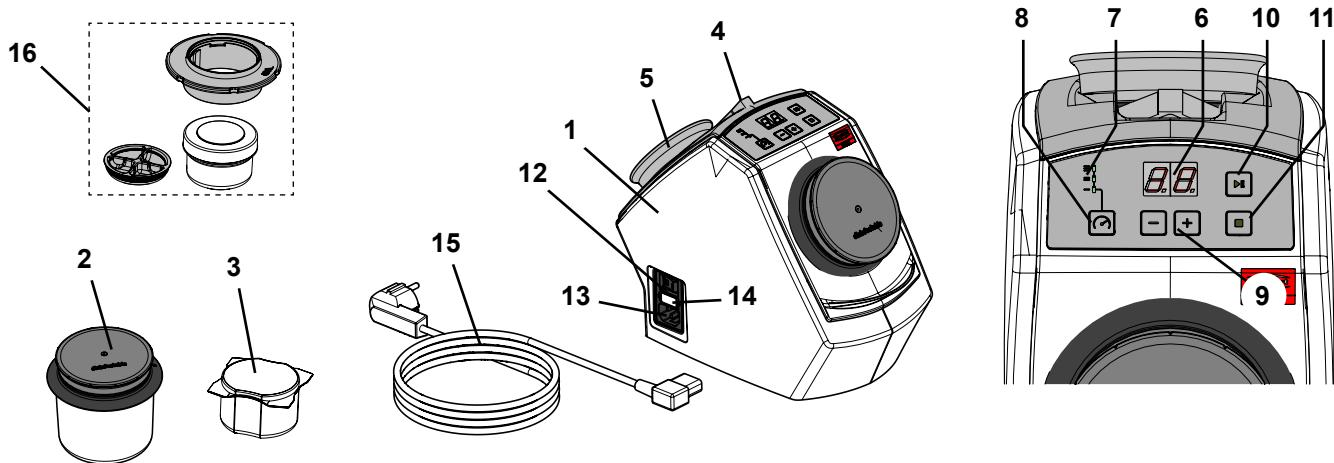

Bild. 1
- ▶ Fästmagneten (Bild 1, artikel 5) innehåller bly.
⇒ Placera den medföljande pincetten och fästmagneten i hållarnas urtag på enhetens baksida (Bild 1).
- ⇒ Välj nätsladden (15, Bild 1) med lämplig strömkontakt i ditt land.
- ⇒ Anslut nätkabeln till nätslutningen (13, Bild 1).
⇒ Slå på apparaten med strömbrytaren (12, Bild 1).
⇒ Fyll rengöringsbägaren (2, Bild 1) med 75 g rengöringsnålar (motsvarar en förpackningsenhet).
⇒ Fyll SYMPRO minibägare (tillbehör) (16, Bild 1) med ~ 5 g rengöringsnålar.